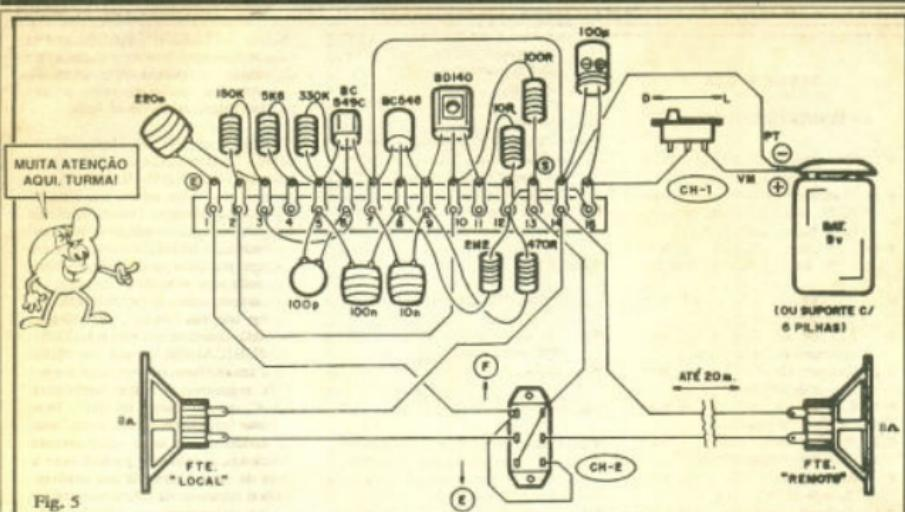

Fig. 5
- FIG. 5 - "Chapeado" da montagem (visão real das peças e suas interligações completas). O Leitor/Aulano assinou já sabe como se virar com as soldagens e com a interpretação visual dos "chapeados" em ponte de terminais. Conforme as montagens vão (com a sequência do nosso "Curso"...), usando cada vez mais componentes, mesmo o sistema em ponte de terminais acabará por ficar "congestionado" (já dá para sentir um pouco isso, na montagem do INTERCOMUNICADOR...), razão pela qual, em futuro próximo, entraremos na técnica de Circuito Impresso, para a qual, na prática, não há mais limites de quantidade, forma ou tamanho dos componentes. Entretanto, mesmo que a princípio a "coisa" pareça um pouco confusa ou complicada, bastam alguns preceitos simples e um pouco de atenção e cuidado, para que a realização do INTERCOMUNICADOR não se transforme num animal heptacéfalo (bicho de sete cabeças...):